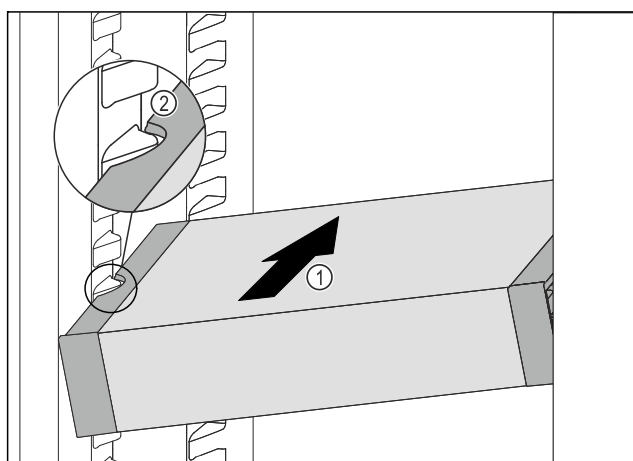

Fig. 46
- ▶ Sæt VarioSafe på skrå ind i kølesektionen, Fig. 46 (1) indtil udsparringerne i siden Fig. 46 (2) på VarioSafe er på niveau med beholderribben i kølesektionen.